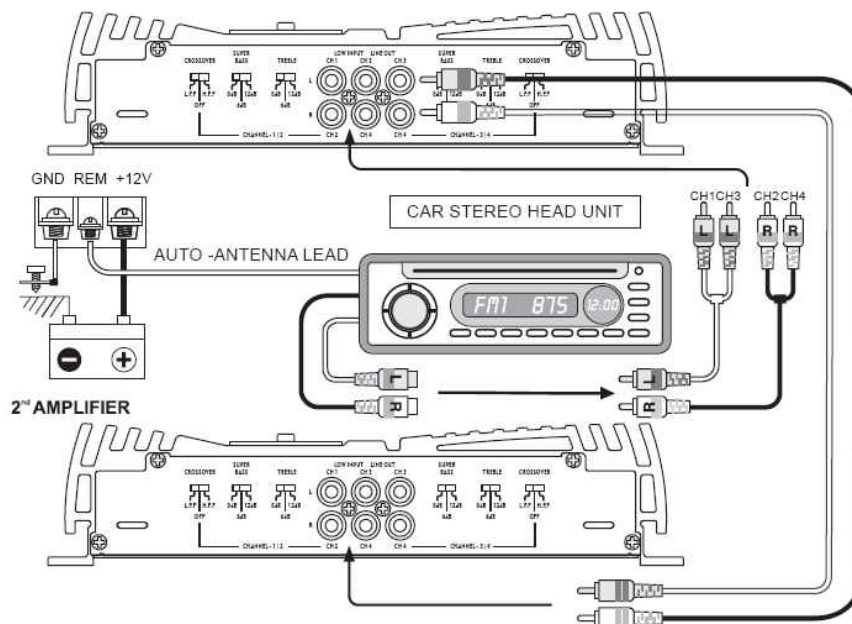

Рис.3.
- При неправильной полярности динамики будут работать в противофазе, что приведёт к гашению низких частот (басов) (См. рис.3).